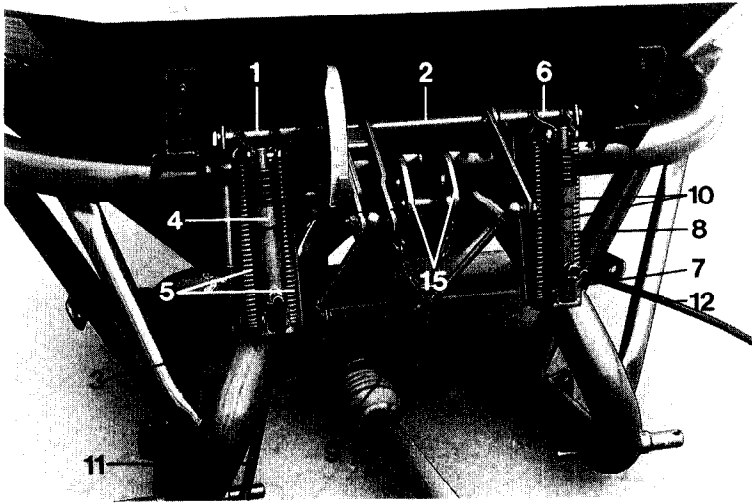

Fig. 10
- 5.8.1.6 De beide geleidebeugels (fig. 10/15) van de schuiven (fig. 10/9) oplossen en geheel naar boven schuiven. De bouten weer aandraaien.
- 5.8.2.1 Koppeldeel (fig. 10/1) rechts op de schakelas (fig. 10/2) schuiven en met de meegeleverde verbindingstift koppelen.
- 5.8.2.2 Houder (fig. 10/3) op het koppeldeel (fig. 10/1) schuiven en met 2 bouten M 10 x 16 aan de bevestigingsplaat van het frame vastzetten.
- 5.8.2.3 Hydraulische cilinder (fig. 10/4) met behulp van een holle buispen en een M 8 bout met het koppeldeel (fig. 10/1) verbinden.
- 5.8.2.4 De veren (fig. 10/6) boven aan het koppeldeel (fig. 10/1) inhangen.
- 5.8.2.5 Koppeldeel (fig. 10/6) links op de schakelas (fig. 10/2) schuiven en met de meegeleverde verbindingstift koppelen.
- 5.8.2.6 De houder (fig. 10/7) met de aangeschroefde bevestigingsplaat op het koppeldeel (fig. 10/6) schuiven.
- 5.8.2.7 De hydraulische cilinder (fig. 10/8) met behulp van een spanhuls en een M 8 bout met het koppeldeel (fig. 10/6) verbinden.
- 5.8.2.8 Schuiven (fig. 10/9) geheel sluiten en de hydraulische cilinder (fig. 10/8) geheel uit elkaar trekken.
- 5.8.2.9 Cilinder (fig. 10/8) inschuiven en de bevestigingsplaat, zoals rechts reeds standaard aangebracht, aan het frame aanlassen.
- 5.8.2.10 De veer (fig. 10/10) boven aan het koppeldeel (fig. 10/6) inhangen.
- 5.8.2.11 Spanbout M 10 van onder door de houder (fig. 10/3 en fig. 10/7) steken en de veren (fig. 10/5 en fig. 10/10) tot aan de aanslag spannen.
- 5.8.2.12 De beide geleidebeugels van de schuiven (fig. 10/9) losmaken en geheel naar boven schuiven. De bouten weer vastdraaien.
- 5.8.2.13 De hydraulische slangen (fig. 10/11 en fig. 10/12) aansluiten.
- 5.8.2.14 De werking controleren. Bij zware gang de veren (fig. 10/5 en fig. 10/10) losmaken en de hydrauliek slangen (fig. 10/11) en fig. 10/12) losnemen. De schuiven moeten dan licht te bedienen zijn. Eventueel de geleidingen van de schuiven enigszins oplossen en de lagering van de schakelas (fig. 10/12) corrigeren.